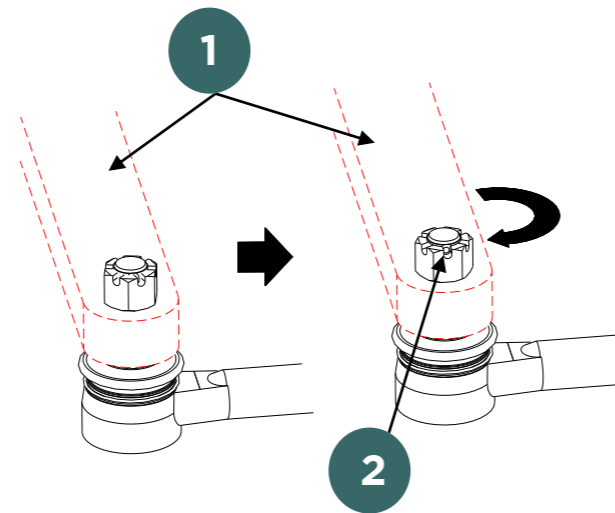

Figura 3- Apriete hasta alinear la chaveta
**5** Si perdiera la chaveta, revise la tuerca de la espiga, asegúrese que esta apretada conforme a la especificación. Siempre apriete la tuerca con el torque especificado. Si la tuerca no se alinea con el barren de la chaveta, Continúe apretando hasta que la chaveta se inserte entre ambas tuerca y espiga de la terminal. No afloje la tuerca para insertar la chaveta. (Ver Figura 3)